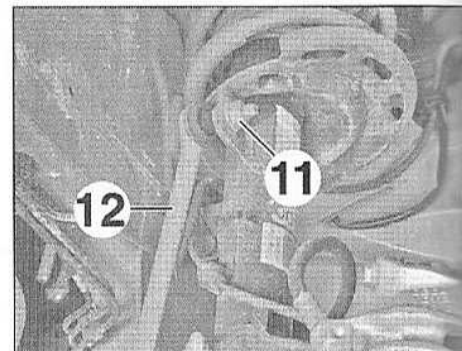

FIG.7
- Déposer l'écrou supérieur (11) de la biellette de liaison, en contre-serrant la rotule à l'aide d'une clé à empreinte Torx.
- Ecarter la biellette (12) de l'amortisseur (Fig.7).